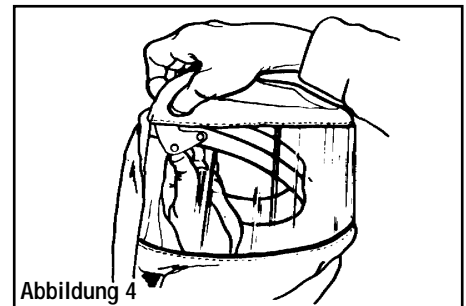

Abbildung 4
5. Drücken Sie vier Kopfband-Schnappverschlüsse in die entsprechenden Stifte in der Linse (siehe Abb. 4).